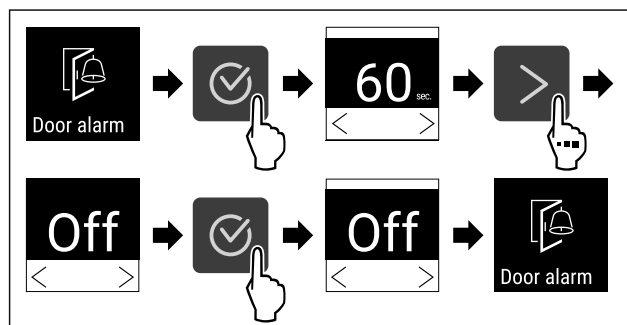

Fig. 97
- Handlungsschritte (siehe Fig. 97) durchführen.